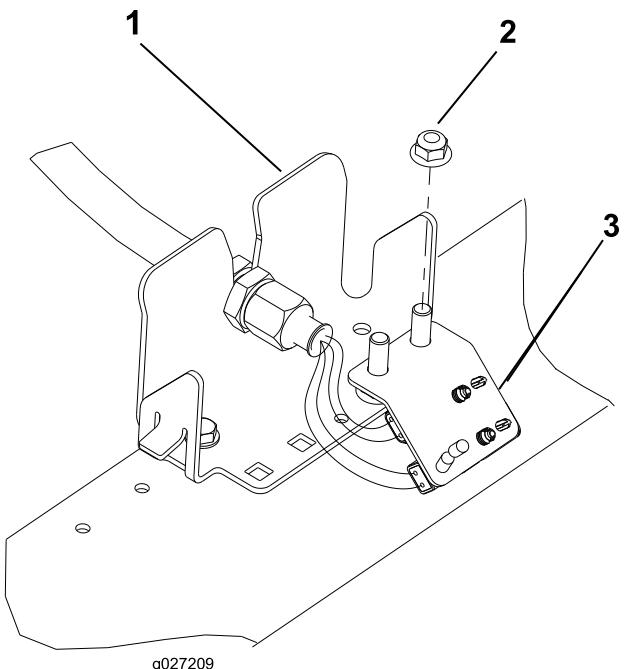

Figure 5
6. Répétez la procédure pour les (4) autres emplacements de cloison, comme montré de la Figure 2 à la Figure 5.